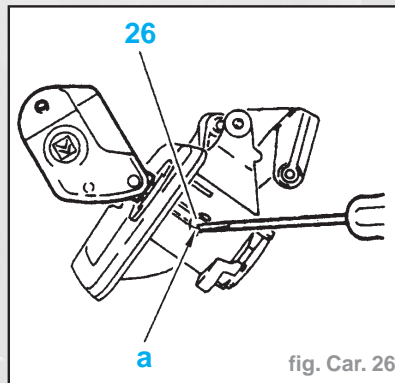

fig. Car. 26
- Engager la clé dans le barillet à travers l'orifice "a" introduire la lame du tournevis (fig. Car. 26).